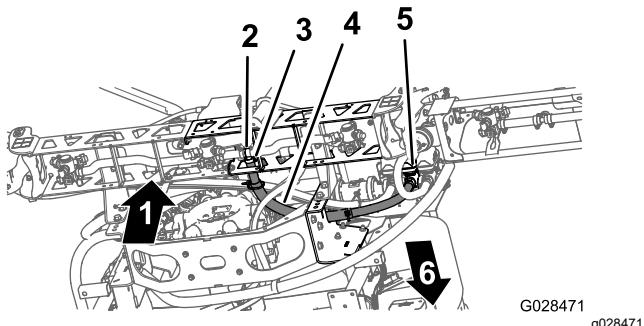

Figura 42
- Oriente a tubagem da secção da rampa central como se mostra na Figura 42.
- Instale o tubo da secção da rampa sobre a união em T estriada na secção da rampa central e prenda o tubo com uma braçadeira de tubos (Figura 42).